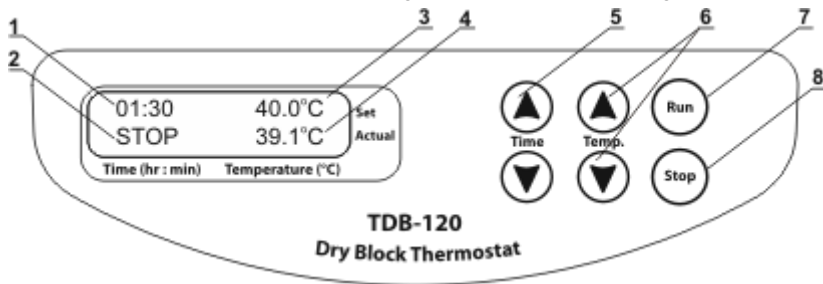

Fig.1 Panneau de configuration
- 4.3. **Paramètre de température.** Utilisez les touches ▼**Temp.** et ▲ (Fig.1/6) pour programmer la température requise, en vous aidant des indications de température programmée qui s'affichent dans la ligne supérieure de l'écran (Fig.1/3). Pour augmenter l'intervalle d'incrément, appuyez sur la touche pendant plus de 2 secondes.
- 4.4. L'appareil commencera à chauffer. La température actuelle s'affiche dans la ligne inférieure de l'écran (Fig.1/4).
Utilisez les touches ▼**Time** ▲ et (Fig.1/5) pour programmer la durée requise en heures et en minutes (h:min), en vous aidant des indications de durée définie qui s'affichent dans la ligne supérieure de l'écran (Fig.1/1). Pour augmenter l'intervalle d'incrément, appuyez sur la touche pendant plus de 2 secondes.
- 4.7. Appuyez sur la touche **Run** (Fig.1/7) pour mettre en route le minuteur. Le temps écoulé sera indiqué dans la ligne inférieure de l'écran (Fig.1/2).
Une fois que la durée s'est écoulée, le minuteur émettra un signal sonore et l'indication clignotante **STOP** s'affichera sur l'écran. Appuyez sur la touche **Stop** (Fig. 1/8) pour arrêter le signal sonore.
-  **Attention !** L'arrêt du minuteur n'interrompra pas le processus de réchauffement/de maintien de la température. Le chauffage peut être arrêté en réduisant la température en dessous de 25°C. Utilisez la touche ▼ **T,°C** (Fig. 1/6) (l'indication **OFF** s'affichera sur l'écran, fig. 1/3).